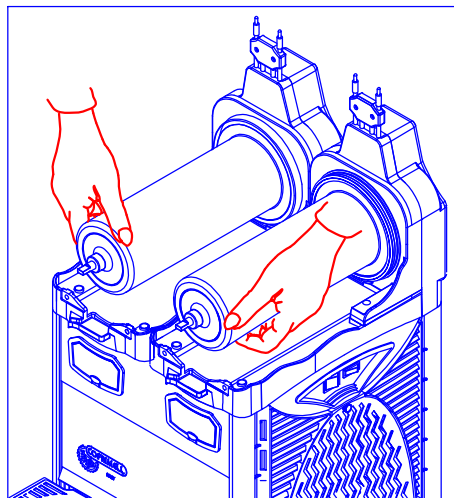

Fig. 5A
**IMPORTANT :** (Fig. 5A) Pendant le transport ou le soulèvement, le distributeur de granités ne doit jamais être pris ou soulevé par les cylindres évaporateurs. Tout dommage à la machine provoqué par ces opérations n'est pas couvert par la garantie.
**IMPORTANT :** (Fig. 5A) Pendant le transport ou le soulèvement, le distributeur de granités ne doit jamais être pris ou soulevé par les cylindres évaporateurs.